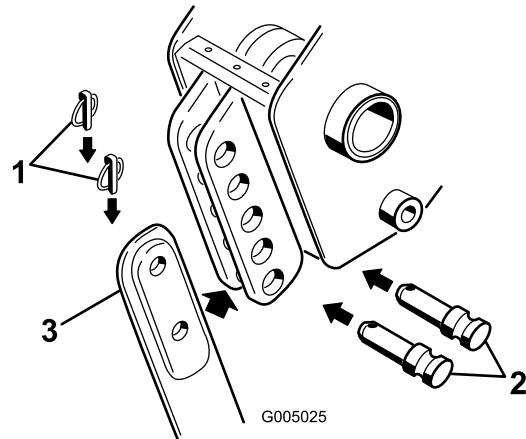

Bild 4
3. Nehmen Sie die zwei Sperrstifte von den Lastösenbolzen in der Messerhalterung ab. Nehmen Sie dann die Lastösenbolzen (Bild 4) und das Messer (falls montiert) ab.
4. Schieben Sie das neue Messer in die Messerhalterung und befestigen Sie es an der gewünschten Tiefe mit den vorher abgenommenen Lastösenbolzen und Clickstiften (bei jedem Befestigungsloch wird die Tiefe um 7,6 cm geändert) (Bild 4).
2. Nehmen Sie den unteren Sperrstift und den Lastösenbolzen ab, mit denen das Messer am Pflug befestigt ist (zum kompletten Ausbau des Messers müssen Sie den Sperrstift und die Lastösenbolzen oben und unten abnehmen (Bild 4)).